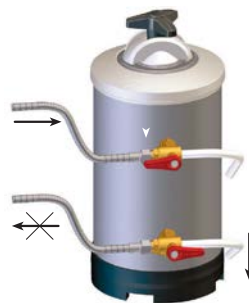

Рисунок 3
- **RIGENERAZIONE PERIODICA** (fig. 3)
• ПЛАНОВАЯ РЕГЕНЕРАЦИЯ (рис. 3)